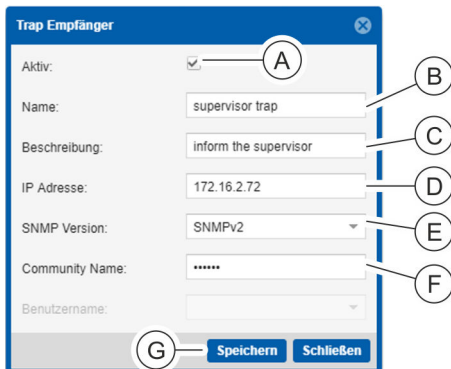

Abb. 143: Fenster "Trap Empfänger"
1. ➔ Im Fenster "Trap Empfänger" die Checkbox „Aktiv“ (Abb. 143/A) anklicken, um den Trap-Empfänger zu aktivieren.
2. ➔ Eine Benennung für den Trap-Empfänger eintragen (Abb. 143/B).
3. ➔ Bei Bedarf eine Beschreibung eintragen (Abb. 143/C).
4. ➔ Eine IP-Adresse eintragen (Abb. 143/D).
5. ➔ Im Auswahlfeld eine SNMP-Version ("SNMPv1" oder "SNMPv2") auswählen (Abb. 143/E).
6. ➔ Einen Community-Namen eingeben (Abb. 143/F).
7. ➔ Nach der Eingabe der Daten das Fenster über die Schaltfläche „Speichern“ (Abb. 143/G) verlassen, um die Konfiguration auf der PDU anzulegen.